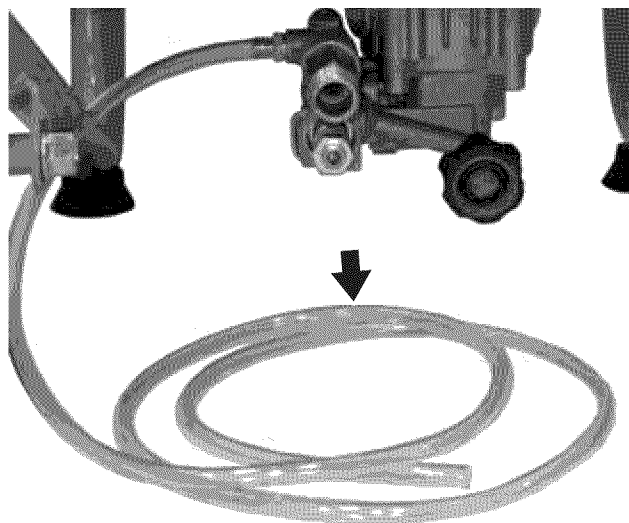

Figura 69 – Se muestra la manguera de trasvase de jabón WP2800
1. Extraiga la manguera de trasvase de jabón (Ver Figura 69) del contenedor de jabón (si está sumergida).